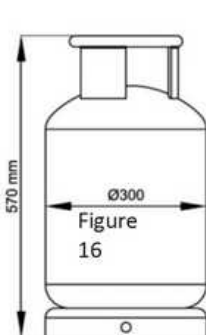
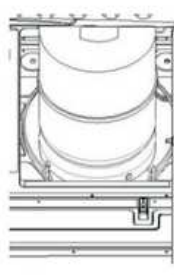

Figure 16A
Figure 17
- Platzieren Sie, wie in Abbildung 16A gezeigt, zuerst den unteren Teil des Zylinders und dann den oberen Teil des Zylinders (Abbildung 17).